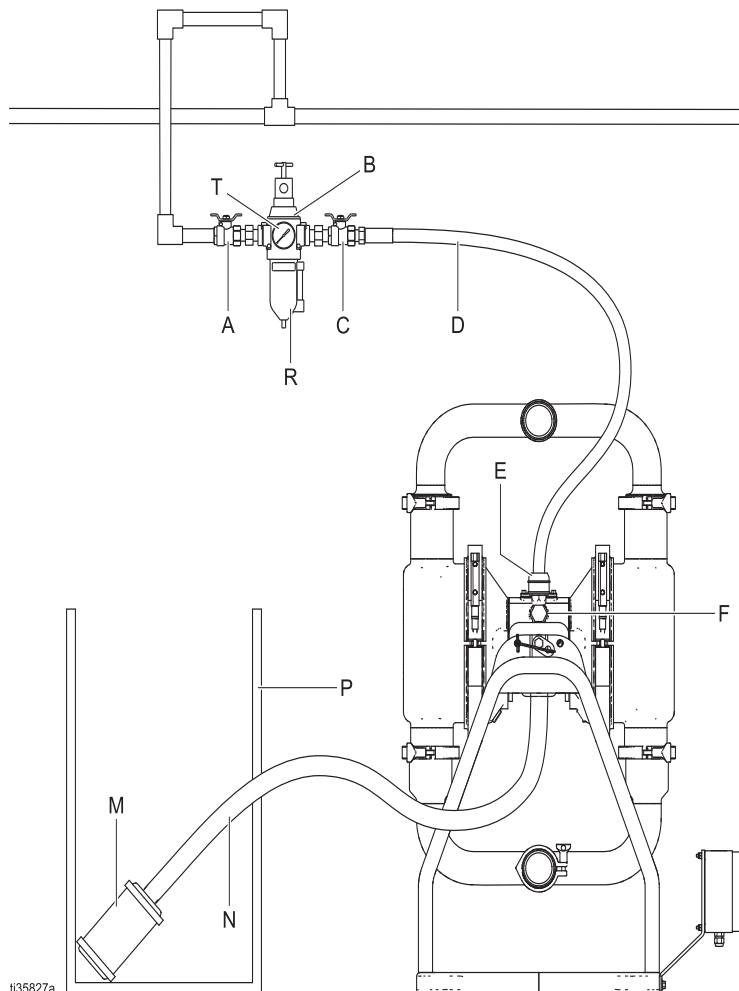

図 3: 排気の排出
システムが設置方式に合わせて適切に換気されていることを確かめてください。可燃性または毒性のある液体をポンプ処理するときには、排気を、人間、動物、食物取り扱い場所、およびすべての着火源から離れた場所に排出する必要があります。ダイヤフラムが破損した場合、ポンプ処理中の液体が空気とともに排出されます。液体を受け止める接地された容器を、排気ラインの端に配置してください。以下を参照してください：図 3。
1. ポンプの排気ポートからマフラー (M) を取り外します。以下を参照してください： 3.
2. 接地された導電排気ライン (N) を取り付けて、マフラー (M) をラインの反対側の端に接続します。排気ホースの最少サイズは19 mm (3/4 インチ) ID です。4.57 m (15 ft) 以上のラインが必要な場合、より大きな径のラインを使用してください。ラインを鋭い角度で曲げたり、ねじらないようにしてください。
3. ダイヤフラムが破損したときでも液体を受け止められるよう、排気ラインの末端に接地された導電容器 (P) を設置します。以下を参照してください：図 3.